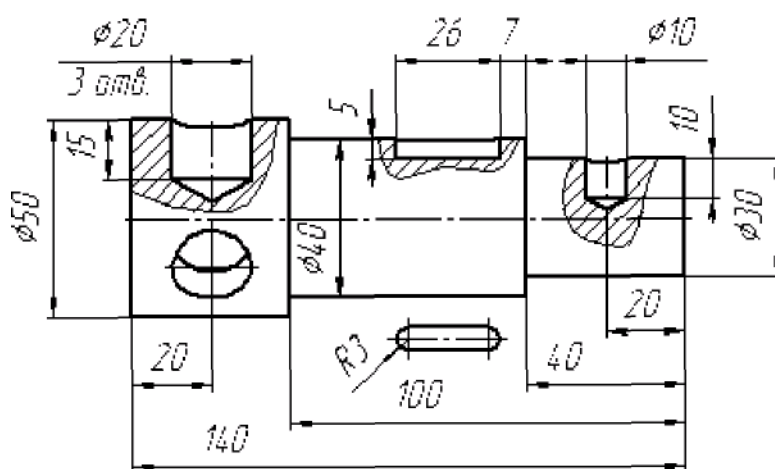
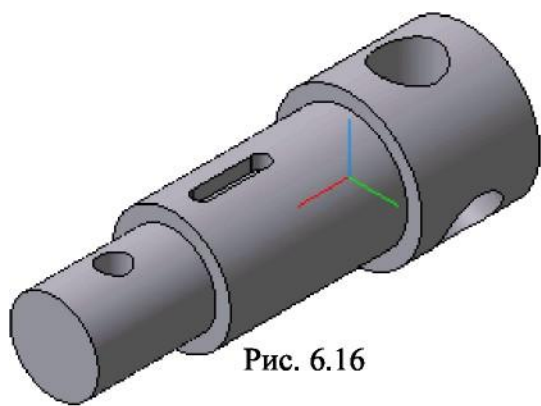
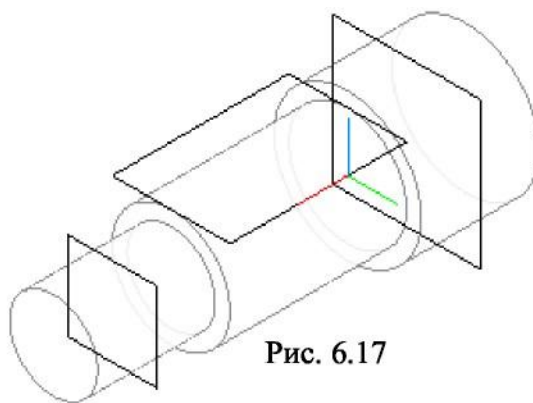

Рис. 6.15
Рис. 6.16
Рис. 6.17
На рис. 6.15 приведено изображение, на основе которого создана трехмерная модель детали (рис. 6.16).
1. Используя команды трехмерного моделирования в соответствии с исходными данными (рис. 6.15), создать модель ступенчатого вала (рис. 6.17).
2. Для формирования отверстий и углублений нужно создать эскизы в различных конструктивных плоскостях. Эти плоскости строим, используя команды  **Касательная плоскость** и  **Смещенная плоскость** (рис. 6.17). Смещенные плоскости должны быть параллельны координатной плоскости **XZ**.
5. Для отверстий выполняются эскизы с учетом последующей операции - операции вращения. Размеры и форму эскиза задать, используя чертеж детали (рис. 6.15).
8. Конечный вариант представлен на рис. 6.16, на котором модель затонирована.